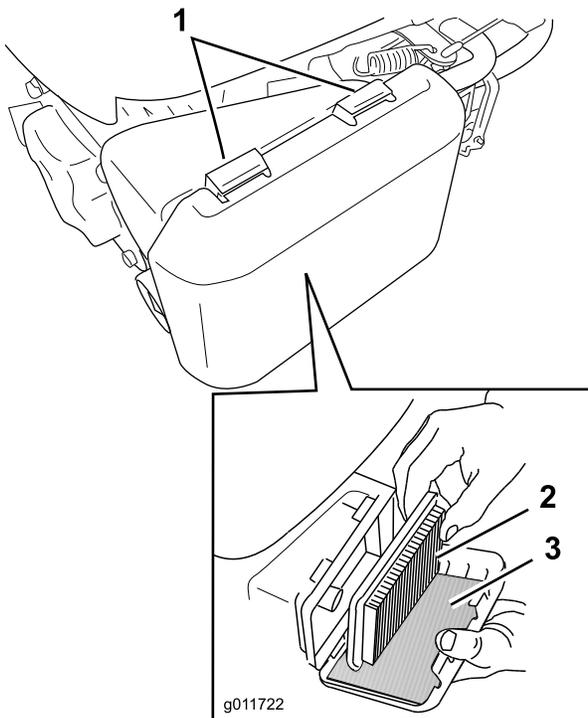

Bild 28
1. Drücken Sie die Verriegelungslaschen oben an der Luftfilterabdeckung nach unten (Bild 28).
3. Entfernen Sie den Papierfilter und den Schaumvorfilter (Bild 28).